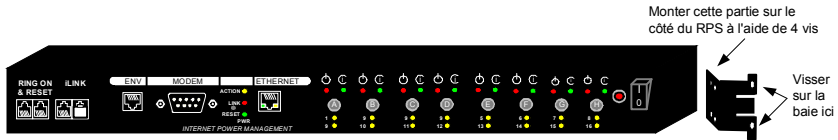

Figure 4 : Monter le RPS dans la baie
2. Installer les supports à l'unité à l'aide des vis fournies. Voir Figure 4.